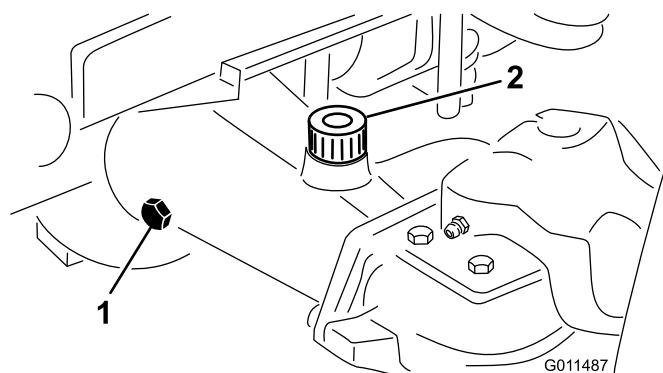

Bild 15
2. Entfernen Sie die Prüfschraube aus einem Ende der Achse (Bild 15) und stellen sicher, dass der Schmierstoff die Unterseite des Lochs erreicht. Entfernen Sie bei niedrigem Ölstand die Füllschraube (Bild 15) und